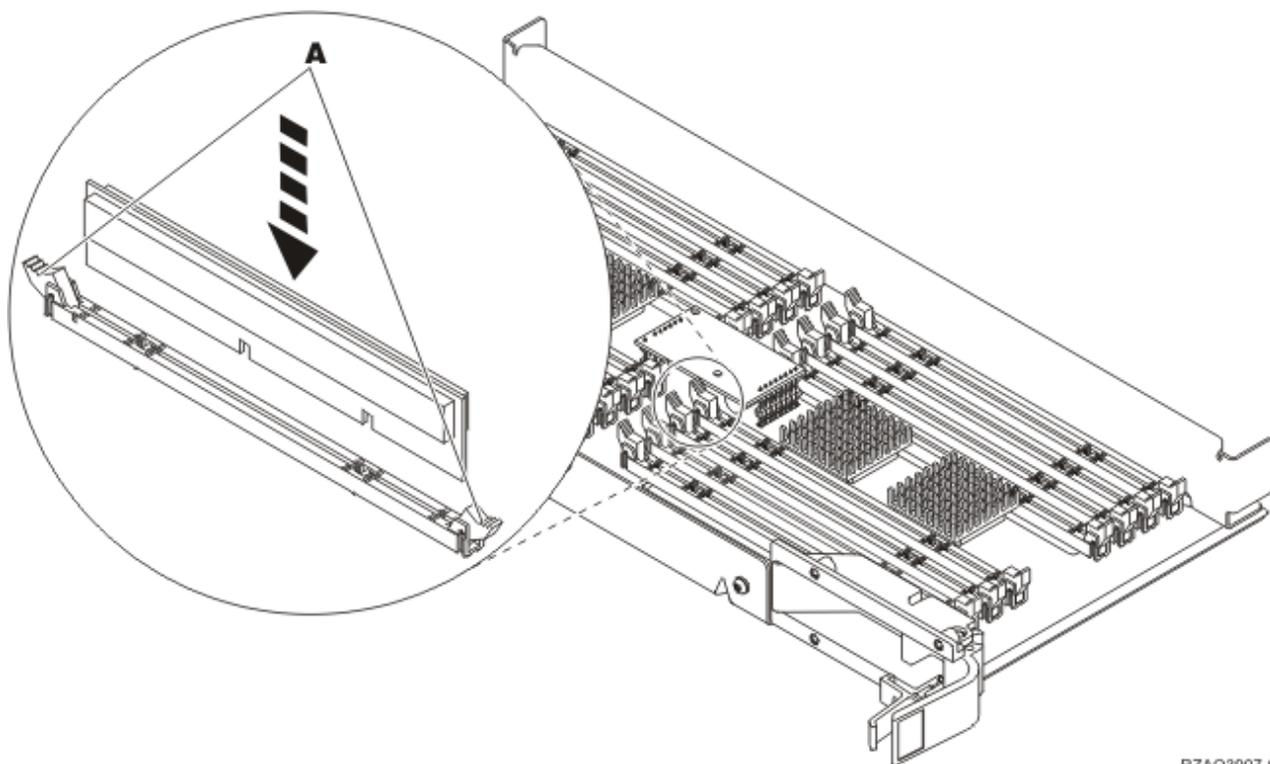

Figura 32. Instalar Placas de Memória
- \_\_\_ a. Empurre para fora os trincos **A**, localizados em cada uma das extremidades da placa de preenchimento, Figura 32 na página 38.
- \_\_\_ 9. Consulte Figura 32 na página 38 para instalar a placa de memória com o seguinte procedimento:
- \_\_ b. Alinhe a placa conforme está exemplificado na Figura 32.